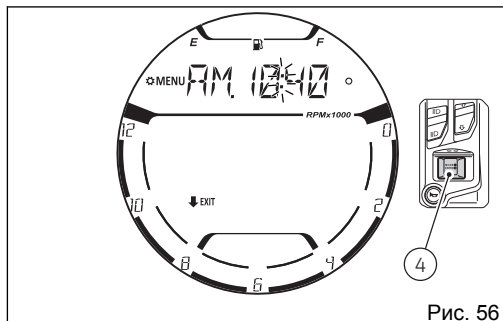

Рис. 56
При нажатии на кнопку (4) перестают мигать минуты и осуществляется выход из режима настройки. На приборной панели начинает отображаться только что заданное время (Рис. 56).